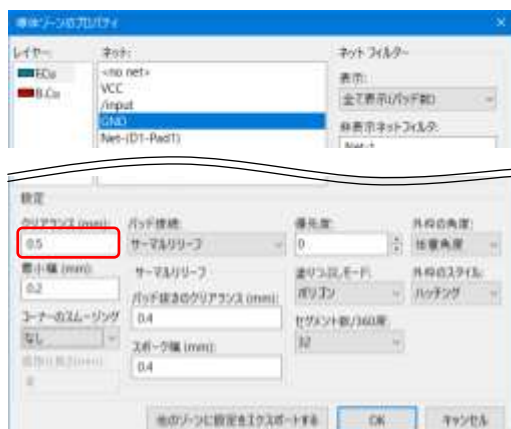

図 T2-3
(3) 基板外形とベタグラウンドのクリアランスを大きくしたい場合は、領域線にマウスポインタを合わせショートカット E を入力して「導体ゾーンのプロパティ」を表示しクリアランス値を大きくします。例では 0.5mm 図 T2-3
(4) DRC の実行またはショートカット B でベタグラウンドを生成します。